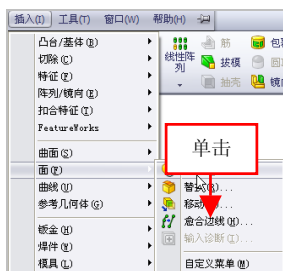

图 7-73 单击【删除】命令
(2) 在菜单栏中, 单击【插入】|【面】|【删除】命令, 如图 7-73 所示。